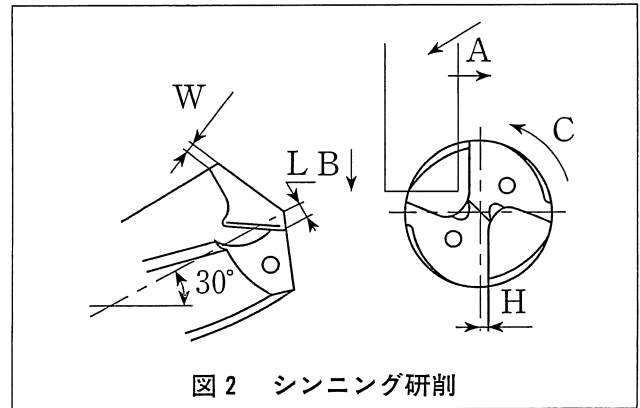

図2 シンニング研削
- 1) 主切刃がほぼ垂直になるようにセットし、ワークヘッドを30° 振り上げます(図2)。